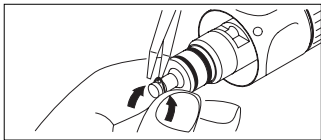

Рисунок 5: Поднятие и снятие кольца круглого сечения
- Пинцетом или аналогичным предметом поднимите маленькое кольцо круглого сечения и снимите его (рисунок 5).